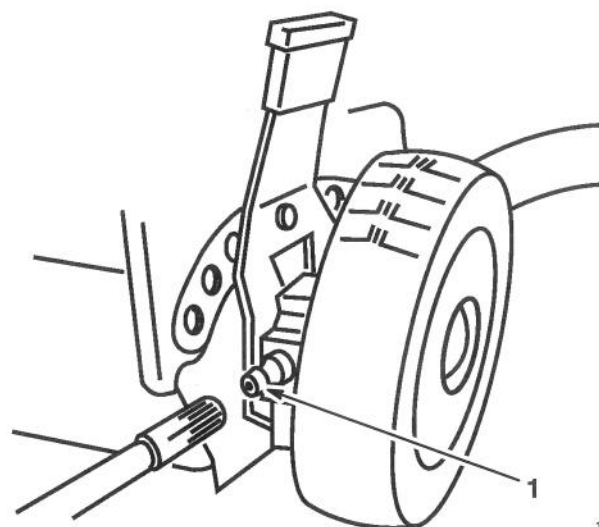

Figure 33
1. Essuyer les graisseurs des réglages de hauteur de coupe arrière (Fig. 33) avec un chiffon propre.